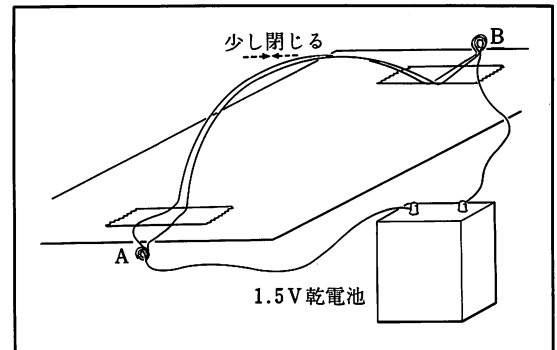

図16. 同方向の電流どうしのはたらく力
- (b) A端をまとめ、B端との間に電流を流すと、同方向電流で引き合う。(図16)